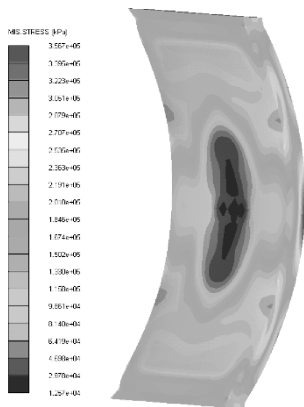

图 6-48 铝板应力分布云图
(2) 采用同样的方法，在对应的对话框中的【Fill type】栏内选择【Material Location】，单击其后的 ，在弹出的【Material Plot Settings】对话框里的【Material visibility】中选择 AL6065 - T6，单击 ☒ 确定。之后在对话框中的【Fill type】栏内选择【Contour】，可得到铝板在子弹冲击作用下的应力分布云图，如图 6-48 所示。